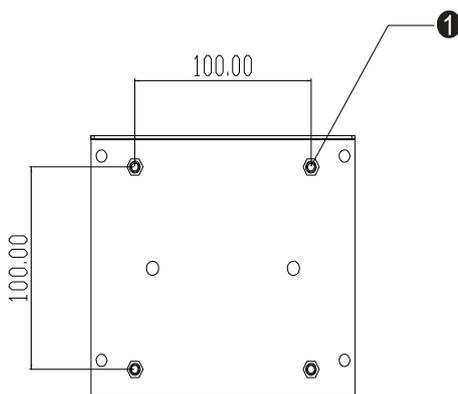

Рисунок 2-2: Образец заднего монтажа (не в масштабе)
- 3 Прикрепите монитор к стене согласно образцу на *Рис. 2-2*. Пропустите провода сквозь отверстие доступа к проводам (*Рис. 2-2*, п. 1).